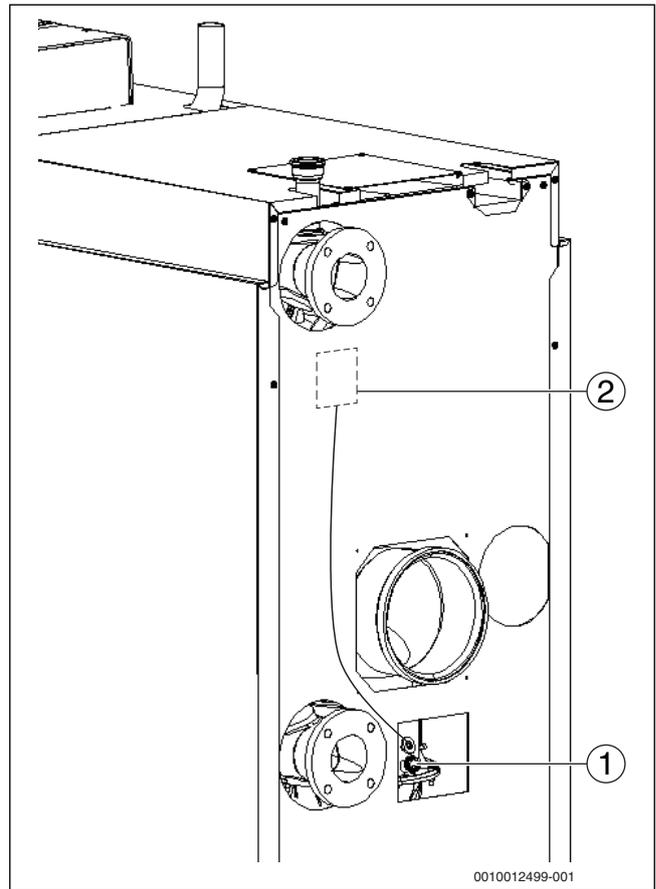

Bild 29 Messwerte aufnehmen (Kesselgröße 150-300 kW)
- ▶ Messfühler durch die Messöffnung (→ Bild 29, Seite 28) im Abgassammler in den Kernstrom halten und CO₂-Gehalt kontrollieren.
- ▶ Messfühler durch die Messöffnung (→ Bild 29, Seite 28) im Abgasrohr in den Kernstrom halten und CO₂-Gehalt kontrollieren.
- ▶ Folgende Messungen an der Messstelle im Kesselanschlussstück (→ Bild 29 und 30) durchführen und im Inbetriebnahmeprotokoll (→ Kapitel 17.6, Seite 62) eintragen: